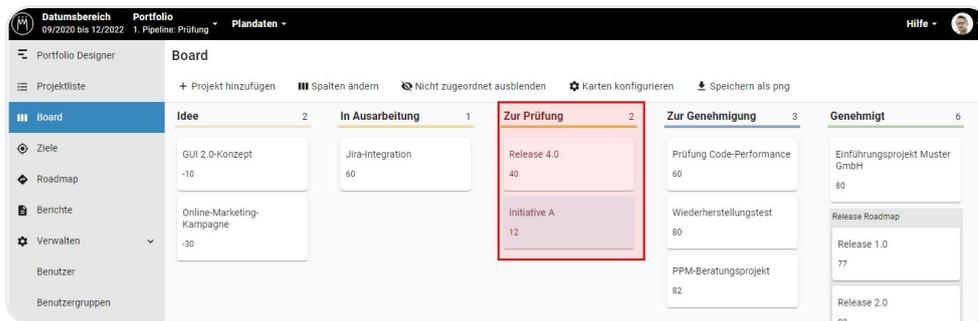

Abbildung 7: Für den ersten Teil des Pipeline-Review-Meetings werden nur Projekte mit dem Stage Gate „Zur Prüfung“ betrachtet.
Schritt 2: Öffnen Sie die **Board-Ansicht** und wählen Sie als Projektfeldwert **Stage Gate** aus, damit die Spalten das jeweilige Stage Gate der Projekte anzeigen. Projekte, über die das Pipeline-Review-Komitee im ersten Teil des Meetings entscheiden soll, befinden sich in der Spalte „Zur Prüfung“ (siehe Abbildung 7).